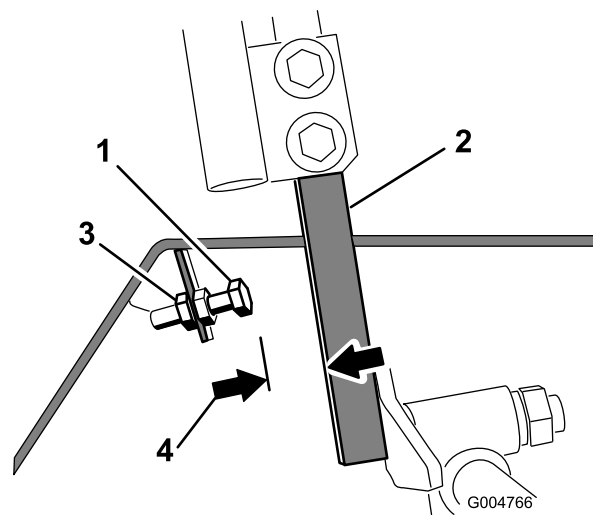

Bild 58
4. Lösen Sie die Klemmmutter an der Anschlagsschraube für einen Fahrtriebshebel (Bild 58).